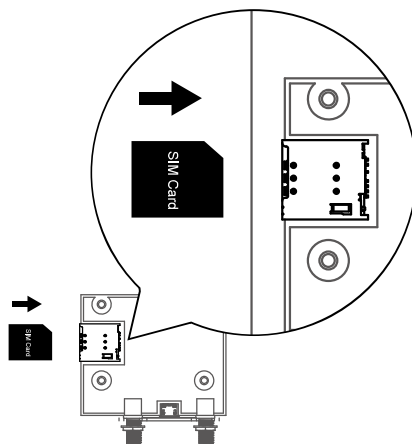

Figura 37. Introducción de la tarjeta SIM.
- 2) Inserte una tarjeta Micro SIM 3G/4G en la bandeja, asegurándose de que los contactos oro queden hacia abajo y de que la muesca esté en la esquina superior derecha. Véase la figura 37.